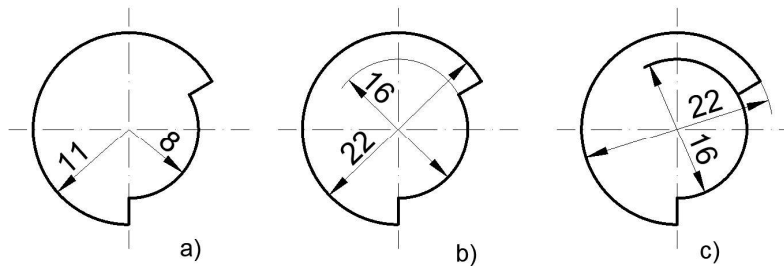

Fig. 21
- Arcos de circunferencia vistos como tal, si su **ángulo > 180°** se acotan *preferentemente* por su diámetro (**aunque el acotar el radio o el diámetro está determinado por las condiciones de funcionamiento o fabricación de la pieza, fig.21*)